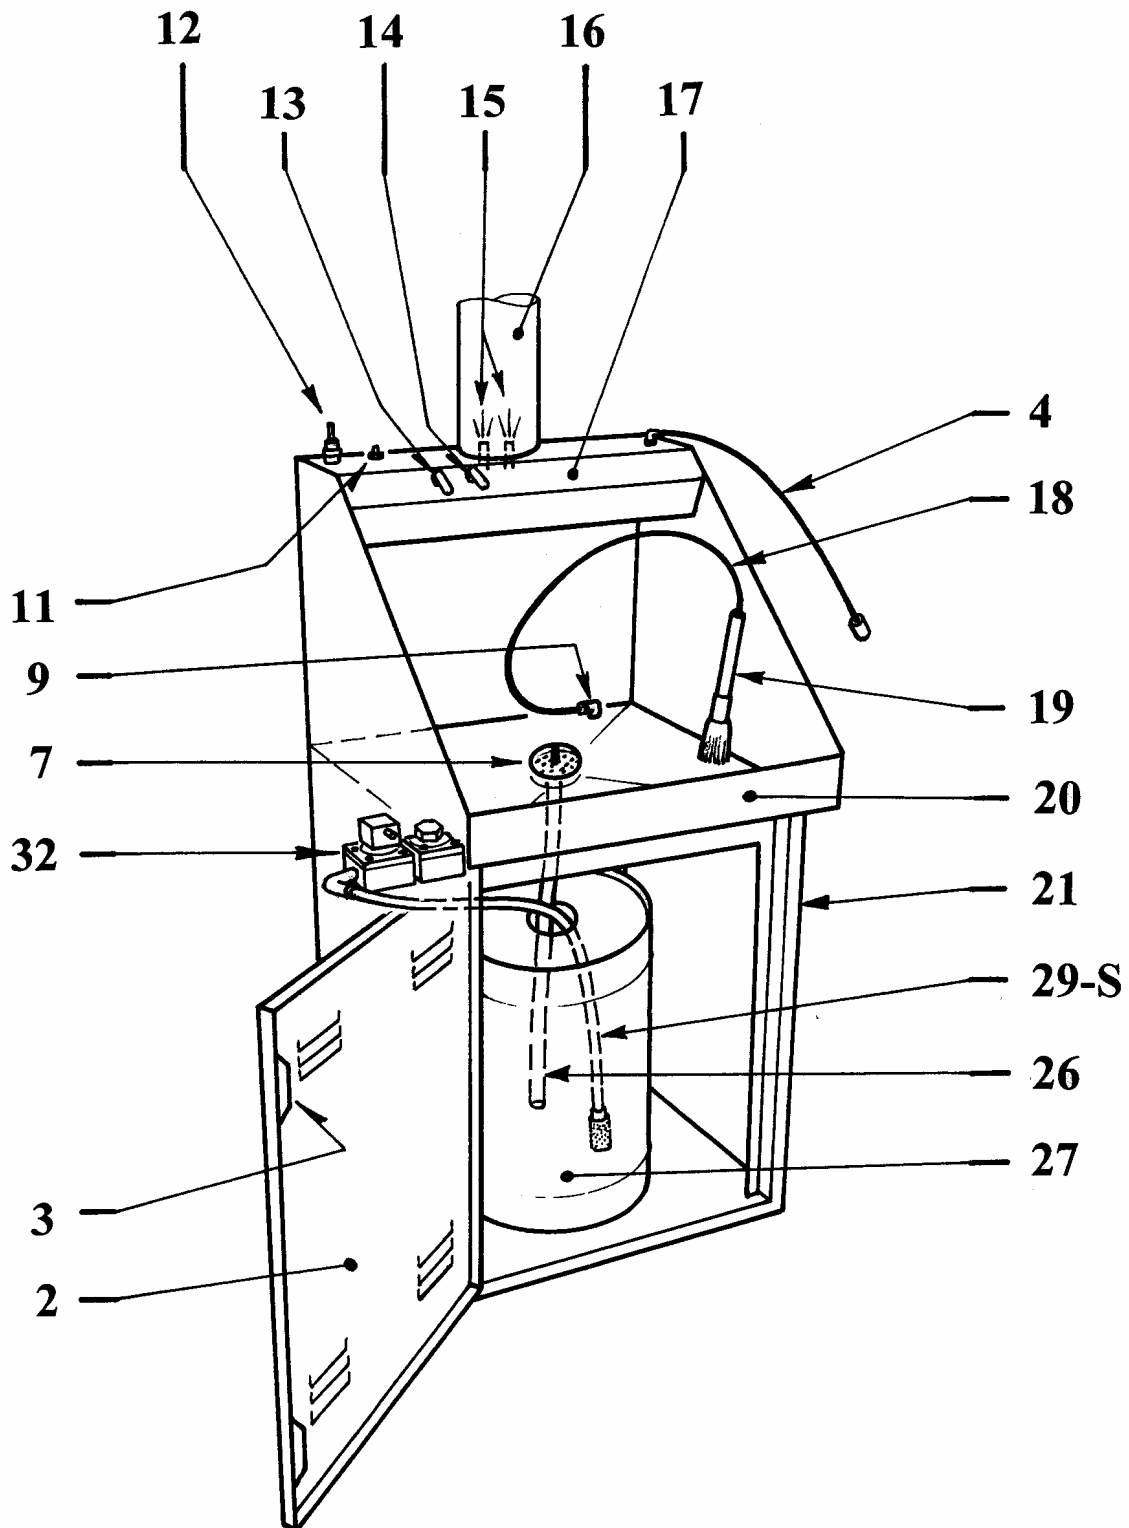

Figure 1
Le **lave-pièces** est constitué essentiellement d'un récipient en acier galvanisé (voir figure 1) contenant une cuve en acier inox pour le lavage manuel, une pompe pneumatique à membrane (pos.31-32 fig.1), un tuyau flexible (pos.29S fig.1) pour l'aspiration du détergent, un pinceau de lavage (pos.19 fig.1) et un tableau de commandes frontal placé sur la partie supérieure.
Les fumées et les gaz d'émission qui se forment à l'intérieur de la machine sont aspirés à chaque fois que l'opérateur actionne les leviers de commande (pos.13 et 14 fig.1).
- en actionnant le levier (pos.13 fig.1) met en marche la pompe pneumatique pour le lavage et l'aspiration des fumées,
- en actionnant le levier (pos.14 fig.1) met en marche le tuyau (pos.4 fig.1) pour le soufflage manuel des pièces lavées et l'aspiration des vapeurs.
Les vapeurs de diluant nébulisées à l'intérieur de la cuve sont aspirées au moyen de deux buses (pos.15 fig.1) et expulsées à l'extérieur à travers une cheminée cylindrique (pos.16 fig.1).
SCHÉMA DU LAVE-PIÈCES (voir figure 1):
- **Il est interdit** de positionner sur le plan de lavage en acier inox (pos. 20 fig.1) du **Lave-pièces** des objets de dimensions inappropriées dont le poids dépasserait 10 kg.
- **Il est interdit** de débrancher et rebrancher fréquemment le tuyau d'alimentation en air au raccord (pos.12 fig.1).
- **Il est interdit** de faire fonctionner la pompe pneumatique à membrane (pos. 32 fig.1) sans diluant dans les récipients (pos. 27 fig.1).
- **Il est obligatoire** de relier le câble de mise à la terre (pos. 11 fig.1) à l'installation de l'atelier avant d'utiliser le **Lave-pièces**.
- **Il est obligatoire**, avant d'utiliser le **Lave-pièces**, de contrôler que les tuyaux de remplissage et de vidange du diluant (pos. 26-29S fig.1) sont bien introduits dans leurs récipients respectifs. Veiller à ne pas les plier et contrôler qu'ils ne sont pas endommagés. Vérifier également que le tuyau de vidange (pos.26 fig.1) est bien positionné en vertical et que sa partie finale n'est pas plongée dans le diluant.
- **Il est obligatoire** de nettoyer périodiquement le plan de lavage (pos. 20 fig. 1) et le convoyeur.
- **Il est obligatoire** de contrôler périodiquement le niveau du diluant dans le récipient (pos. 27 fig.1) pour éviter qu'il ne déborde.
- **Il est conseillé** de contrôler que le niveau du détergent à l'intérieur du récipient (pos.27 fig.1) n'est ni inférieur à 8 litres ni en quantité supérieure afin d'éviter les débordements.
- **Il est conseillé** d'enlever et de nettoyer souvent le filtre d'écoulement (pos.7 fig.1).